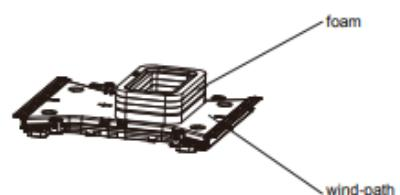

Figure 5-2
5. Voordat u het luchtkanaal van de binnen unit van de airconditioner voor recreatievoertuigen installeert, monteert u het schuim overeenkomstig de dikte van de bovenkant van het voertuig. Gebruik na de gesimuleerde installatie een geschikte hoeveelheid spons en schuim. Plak de spons en het schuim vast met dubbelzijdig plakband (voorbereid door de gebruiker) (zie Afbeelding 5-1, Afbeelding 5-2).